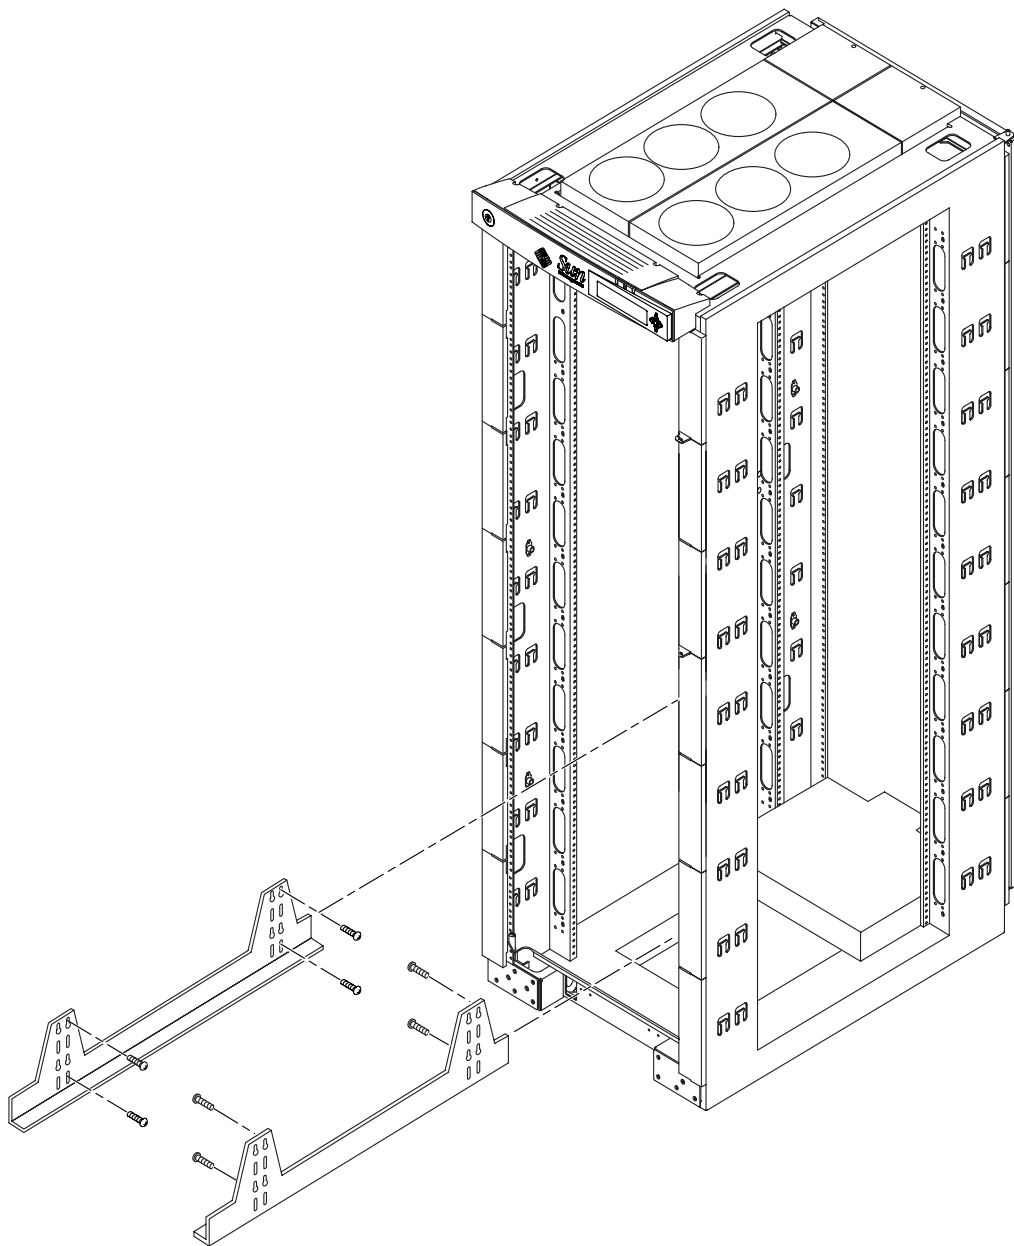

图 3-2 Sun Fire 机柜的的支架安装
2. 将导轨安装到 Sun Fire 机柜，每个导轨使用四个安装螺丝（图 3-2）。